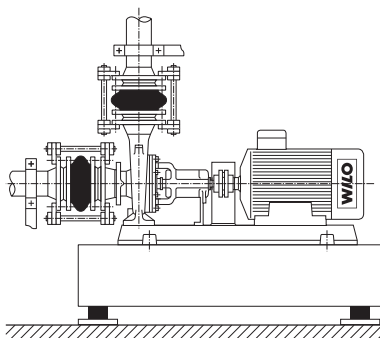

Fig. 10: Подключение насоса без создания напряжений
- Трубопроводы не должны передавать усилия на насос. Непосредственно перед насосом должны быть предусмотрены опоры/подвески. Подключение трубопроводов не должно приводить к созданию напряжений (см. Fig. 10).
- Удлинение трубопроводов при поднятии температуры должно быть компенсировано соответствующими техническими средствами (см. Fig. 10). Не допускать появления воздушных карманов в трубопроводах.